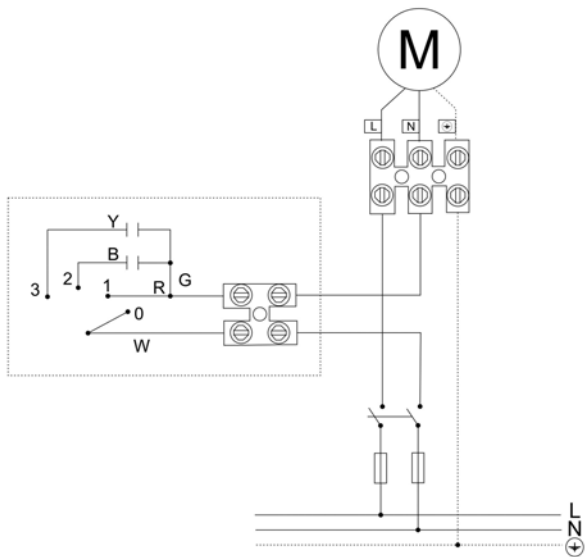

Fig. 7
- Схема подключения регулятора скорости изображена на **Рисунке 7 / Figure 7**.